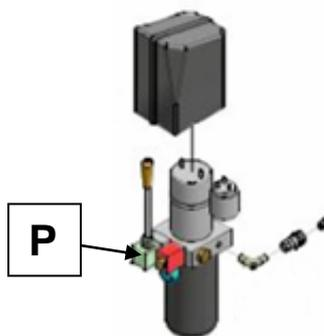

Fig. 13
- Estrarre l'asta manuale della pompa "P" (Fig. 13) dal suo supporto e inserirla nella sede predisposta, togliendo la copiglia di sicurezza;
- Togliere il cappello di protezione (Fig. 13) della vite della valvola di discesa manuale, scoprendo così il pomello zigrinato di comando (Fig. 14); ruotarlo dolcemente in senso antiorario fino a quando la piattaforma inizia a scendere, facendola arrivare fino a terra;
- Pull out the pump hand staff "P" (Fig. 13) from its support and put it in the arranged seat by removing the safety split-pin.
- Pull out the manual lowering valve screw safety cap (Fig. 13) by uncovering the control knurled knob (Fig. 14); then, rotate it in counterclockwise as far as the platform starts lowering and reaches the ground.